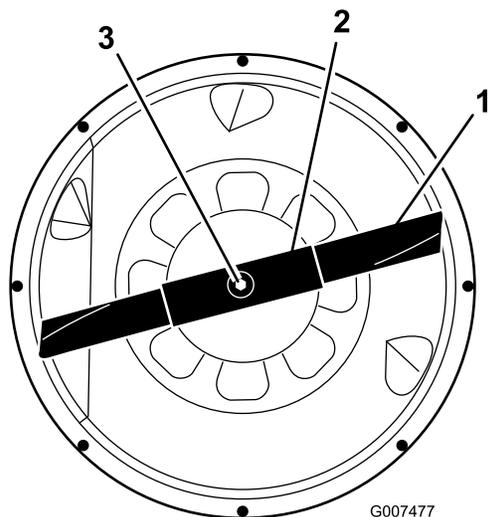

Figure 32
6. Tenez la lame à son extrémité avec un chiffon ou un gant épais. puis enlevez le boulon de fixation de la lame, la rondelle bombée, le renfort et la lame (Figure 32). Pour enlever le boulon, bloquez éventuellement la lame en introduisant une cale en bois entre la lame et le carter de tondeuse.
1. Posez la lame, le renfort, la rondelle bombée et le boulon de fixation (Figure 32).